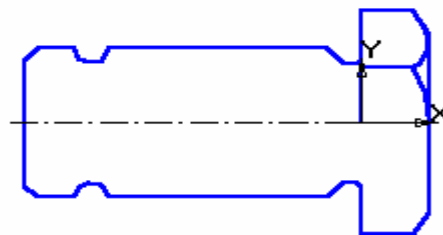

Рис. 6.14
6. Приберіть зайві лінії в нижній частині шестигранника за допомогою кнопки *усікти криву* на сторінці *Редагування*, рис. 6.14. При необхідності збільшуйте ділянки креслення для більш ретельного видалення зайвих ліній.